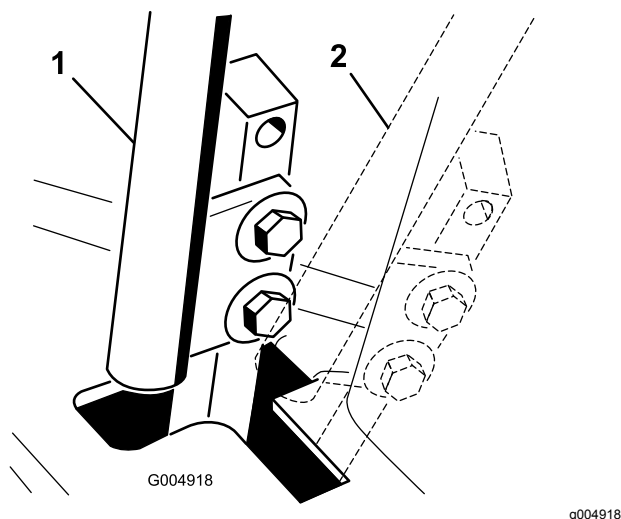

**Figure 65**
5. Tirez-le ensuite en arrière jusqu'à ce que l'axe de chape (situé sur un bras au-dessus de l'axe de pivot) touche l'extrémité de l'encoche (c.-à-d. commence juste à appuyer sur le ressort) (Figure 65).
7. Si un réglage s'impose, desserrez l'écrou et l'écrou de blocage vissés contre la chape (Figure 65).
8. Appliquez une légère pression à l'arrière du levier, et tournez la tête du boulon de réglage dans le sens voulu pour centrer le levier à la position de verrouillage au point mort (Figure 65).
9. Serrez l'écrou et l'écrou de blocage (Figure 65).
10. Serrez les écrous de blocage contre les rotules (Figure 65).